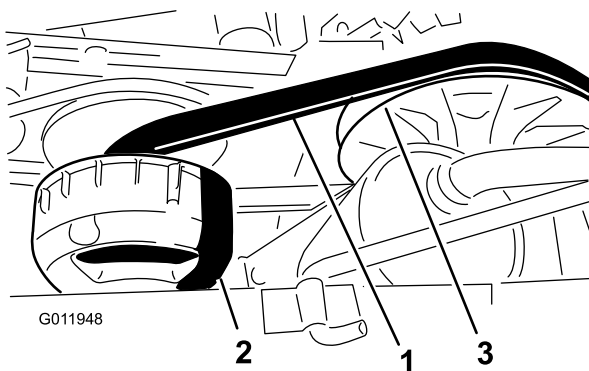

Figure 67
4. Faites tourner la courroie (Figure 67) et vérifiez qu'elle n'est pas excessivement usée ou endommagée.
3. Faites tourner la courroie et faites-la passer sur l'embrayage secondaire (Figure 67).
4. Enlevez la courroie de l'embrayage primaire (Figure 67).
5. Alignez la courroie neuve sur l'embrayage principal (Figure 67).
6. Faites tourner la courroie et faites-la passer sur l'embrayage secondaire (Figure 67).